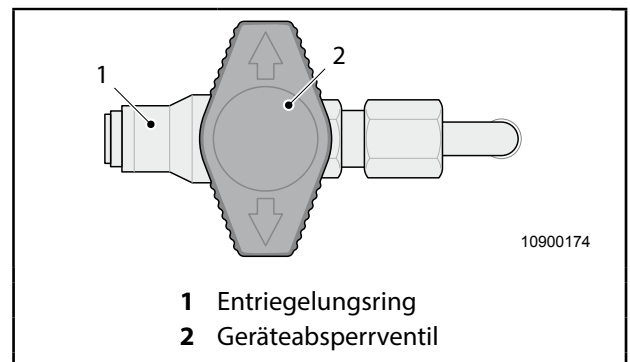

Abb. 15 Gas-Außensteckdose
Die Gas-Außensteckdose ist an der Außenseite des Fahrzeugs installiert. Sie dient zum Anschluss eines Gasgrills, etc. Abb. 15 zeigt das Absperrventil der Gas-Außensteckdose.
1. Anschlussstück des Verbrauchers in die Aufnahme der Außensteckdose einstecken, Entriegelungsring (Abb. 15, Pos. 1) rastet ein, danach das Absperrventil (Abb. 15, Pos. 2) für die Gaszufuhr öffnen.
2. Zum Abkuppeln des Verbrauchers das Absperrventil schließen, den Entriegelungsring (Abb. 15, Pos. 1) entgegengesetzt der Abziehrichtung der Verbrauchers schieben und das Anschlussstück abziehen.